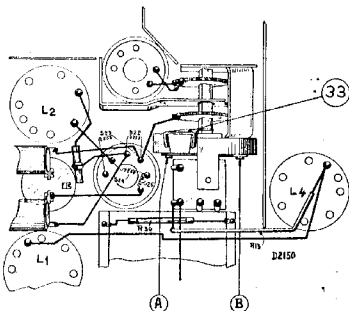

Fig. 7
6. Schroeven A en B losdraaien, waarna de schakelaar te demonteerden is (fig. 7). De magnetische schakelaar moet bij 4 Volt nog omschakelen. Door de beugel (33) iets te verbuigen kan dit bijgesteld worden.